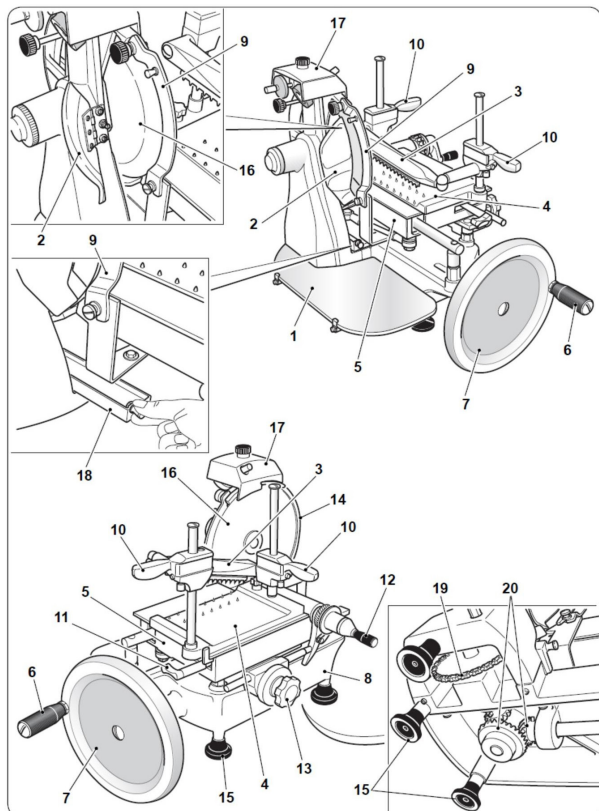

Fig. 2
- Limpie todas las piezas desmontadas y el cuerpo de la máquina sólo agua caliente (a una temperatura no inferior a 30°C) y un detergente lavavajillas biodegradable espumosa. Utilice un paño suave y esponjoso, si es necesario, un cepillo de nylon para las áreas de puntas del soporte de producto (Fig. 2, #4) y el empujador (Fig. 2, #3).
La base (Fig. 2, No.8) y las piezas pintadas se puede limpiar con un paño suave y evitando el uso de detergentes abrasivos.
ADVERTENCIA: SIEMPRE limpiar la hoja (Fig. 2, #16) con el protector de la hoja (Fig. 2, No.9) equipados.
No utilice detergentes para limpiar la hoja (Fig. 2, No.16).
- **Engrasar carril de guía de carro (Fig. 2, nº5) y el soporte del producto (Fig. 2, #4) y los puntos de lubricación.**
- **Engrasar la cadena (Fig. 2, #19) y el engranaje cónico (Fig. 2, No.20).**
Afilarse la hoja (Fig. 2, No.16) de forma periódica o por lo menos una vez cada 6 meses.
- Retire la bandeja de recogida de grasa (Fig. 2, #18) y el aceite de la boquilla (figura 29).
ADVERTENCIA: SIEMPRE trabajar con el protector de la hoja (Fig. 2, No.9) equipados adecuadamente.
- Girar el volante (Fig. 2, #7) mientras pulsa el botón "X" y llevar a cabo alrededor de 20 a 30 revoluciones blade.
- Girar el volante (Fig. 2, #7) de nuevo mientras pulsa el botón de "K" y realizar 1 ó 2 vueltas de hoja.
- Levante la máquina de cortar y aplicar 3 a 4 gotas de lubricante suministrado a la cadena (Fig. 2, #19) y los engranajes (Fig. 2, #20).
ADVERTENCIA: siempre consulte Omcan lo que respecta a la retirada y eliminación de la hoja (Fig 2, #16.) Por lo que la eliminación puede realizarse con total seguridad.